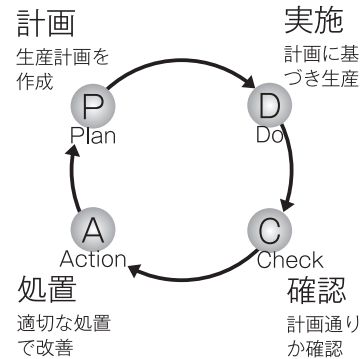

図31 ISO14001の内容
- ⑤ 1997年京都で開催された第3回気候変動枠組条約締約国会議（COP3）での議定書。参加各国の温室効果ガス排出の制限目標などが議決された。
企業などが環境に関する方針や目標を設定し、それに向けて取り組むことを環境マネジメントシステム（EMS）^⑥という。このような環境に関する管理体制を監査・保証する規格としては、環境省が定めたエコアクション21や、ISOが定めたISO14001があり、多くの企業などがこれを認証取得している。ISO14001は、企業活動・製品・サービスによる環境負荷の低減など、環境マネジメントの改善を継続的に実施するシステムの構築が目的である。これらが確実に実行されているかどうかは、第三者機関が定期的に審査する。図31に